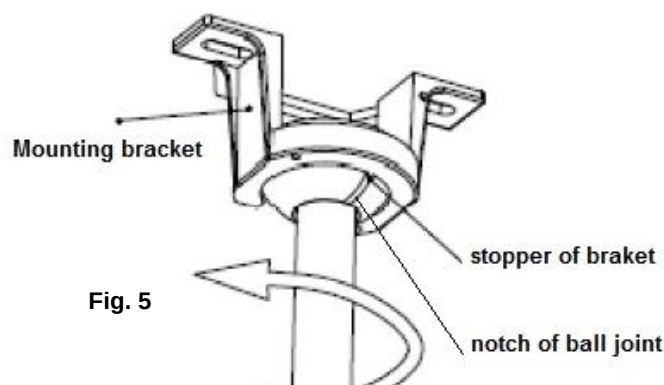

Fig. 5
6. Sollevare il corpo del ventilatore alla staffa di montaggio. Fig.5